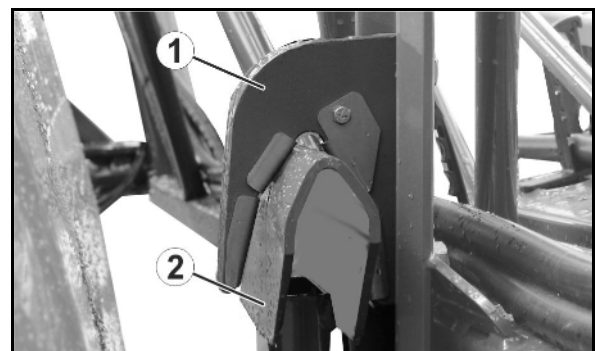

Fig. 76
- die Fanghaken (Fig. 76/1) die Gestängeablage (Fig. 76/2) freigeben.
- die Fanghaken (Fig. 76/1) die Gestängeablage (Fig. 76/2) aufnehmen.